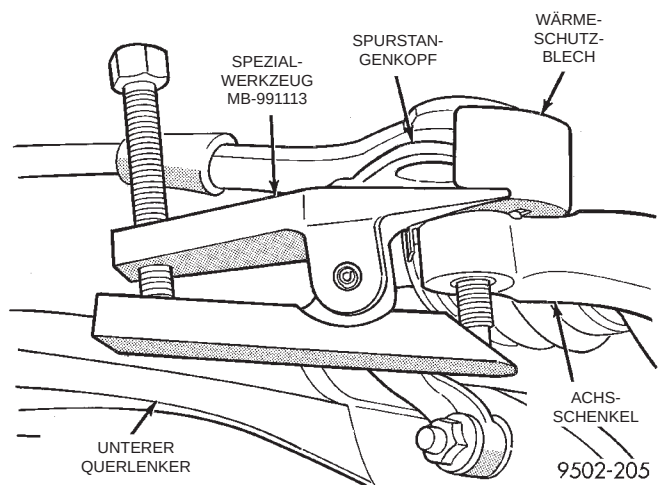

Abb. 65 Spurstangenkopf aus dem Achsschenkel herausziehen
(10) Den Gewindebolzen des Spurstangenkopfes mit Spezialwerkzeug MB-991113 aus dem Achsschenkel herausziehen (Abb. 65).